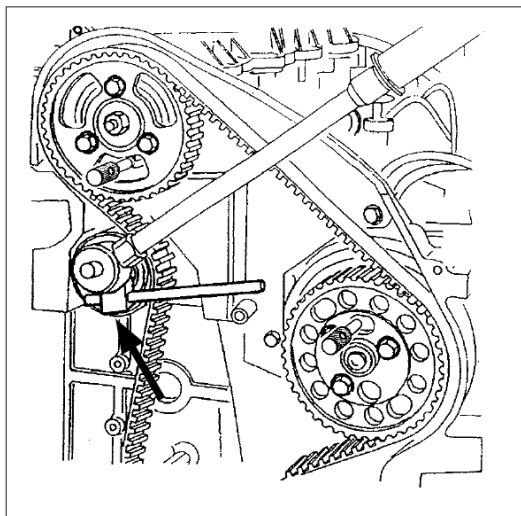

Fig. 2
- Dit gereedschap is nodig om de spanrol te draaien en op zijn plaats te houden terwijl de centrale bout aangedraaid wordt. (23 Nm)(Fig. 2).